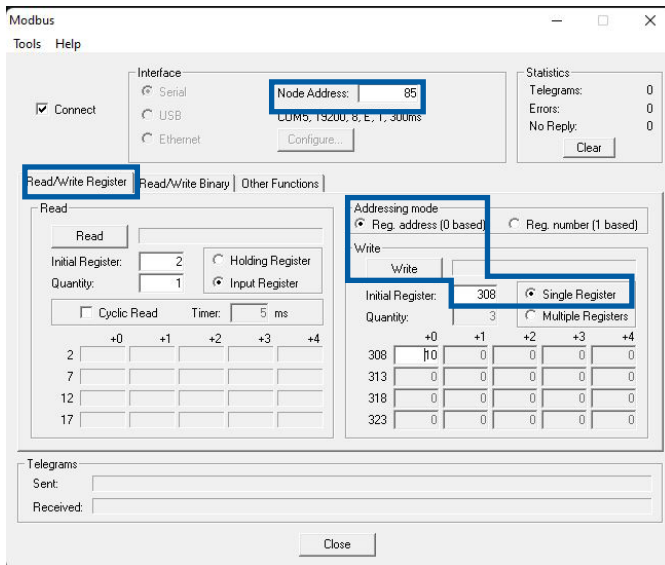

Figura 19 - Escribir dirección
- Paso 2: Ingrese la nueva dirección (por ejemplo 10) en el registro W06) 0x0134 y haga clic en Write (Figura 19).